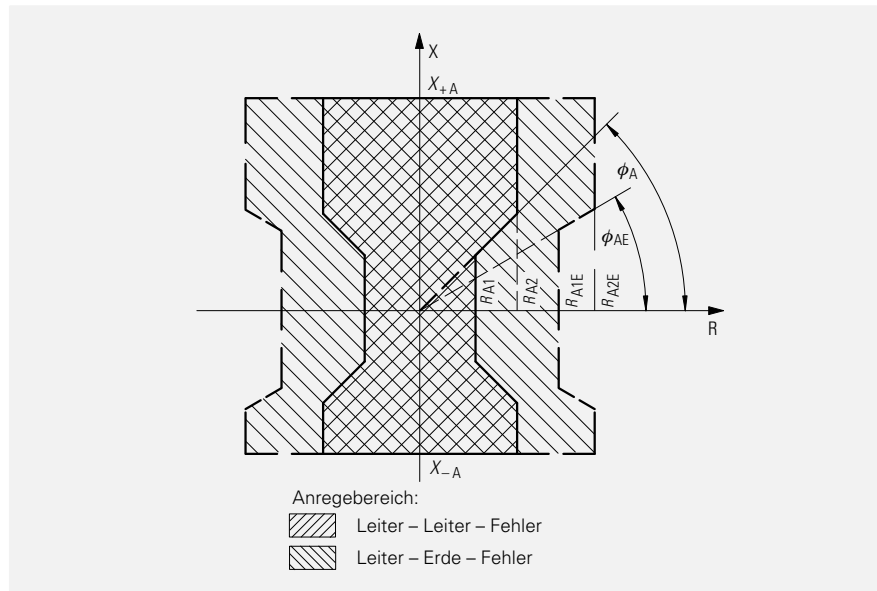

Bild 3
- Impedanzanregung $Z <$ (optional) (siehe Bild 3)